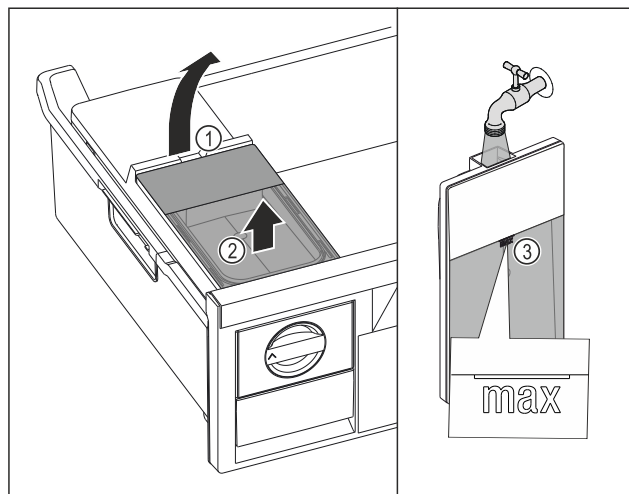

Fig. 258
- ▶ Поднимите бак для воды за выемку Fig. 258 (1).
- ▶ Извлеките бак для воды движением вверх Fig. 258 (2)
- ▶ Наполните бак для воды питьевой водой до отметки Fig. 258 (3).